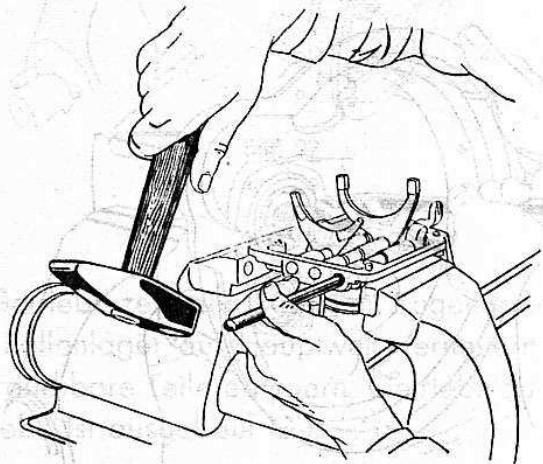

Bild 101
- 24. Mit Dorn Schaltschienen herausschlagen (Bild 101).